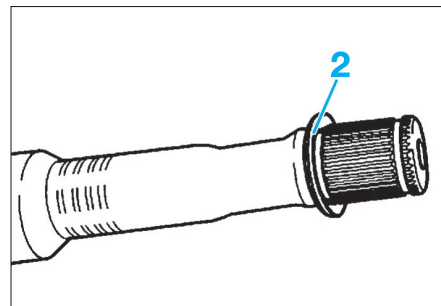

Fig. 6
- Extraire le joint côté boîte de vitesses (1) à l'aide d'une presse (Fig.6).